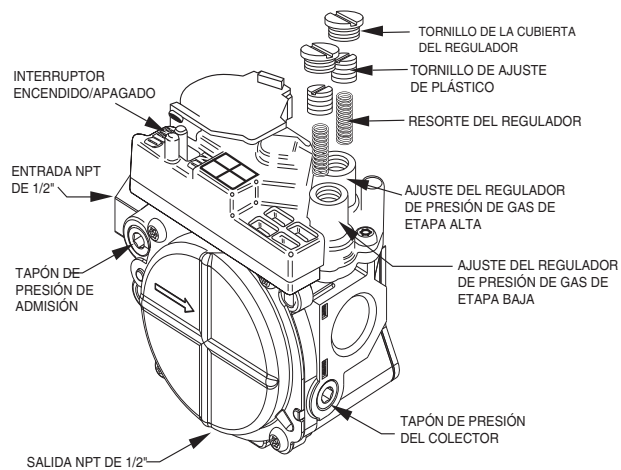

Fig. 13 – Válvula de gas de dos etapas (modelos de 208/230 V CA)
1. Quite los tornillos de la cubierta del regulador sobre los tornillos de ajuste plásticos de la válvula de gas (consulte la Fig. 13).
2. Gire el tornillo de ajuste plástico de la etapa alta hacia la derecha para aumentar la entrada de gas y hacia la izquierda para disminuir la entrada (consulte la Fig. 13). La presión del múltiple debe estar entre 3,2 y 3,8 in. C.A. para la etapa alta.
3. Vuelva a instalar el tornillo de la cubierta del regulador de la etapa alta de la válvula de gas (consulte la Fig. 13).
- Gire el tornillo de ajuste plástico de la etapa baja hacia la derecha para aumentar la entrada de gas y hacia la izquierda para disminuir la entrada (consulte la Fig. 13). La presión del múltiple de la etapa baja debe estar entre 1,4 y 2,0 in. C.A.
- Vuelva a instalar los tornillos de la cubierta del regulador de la etapa baja de la válvula de gas (consulte la Fig. 13).